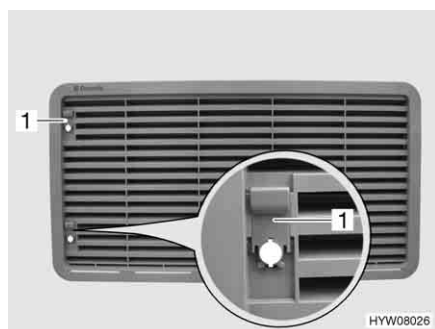

Fig. 190 Griglia di aerazione del frigorifero (con cursore)
- Spingere il cursore (Fig. 190,1) verso l'alto.